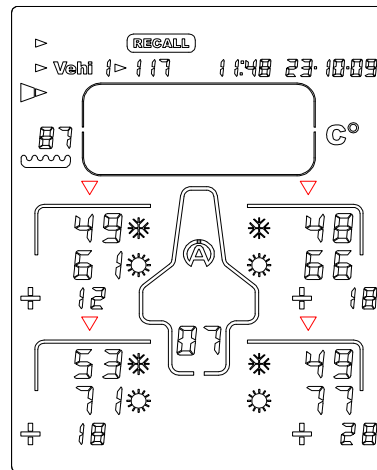

Figure 12
- 6) Pressez de nouveau le bouton  ou  : le Tyrecontrol affiche la 3ème phase de données, c-à-d les températures au centre des pneus, avant  et après  course + les écarts (*figure 12*)